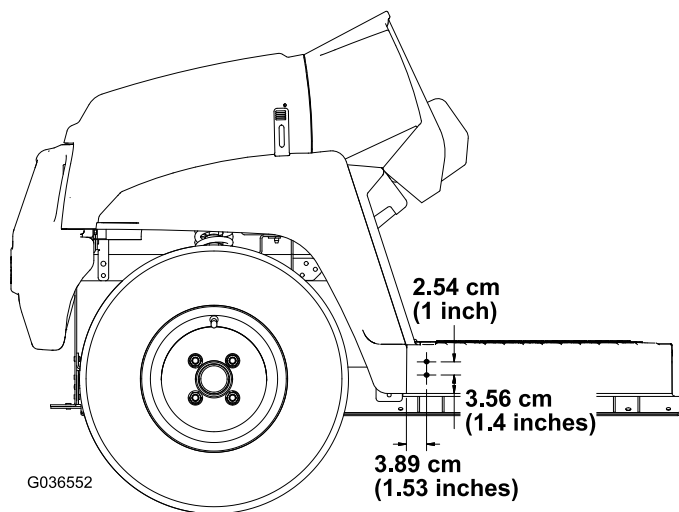

Figura 3
2. Utilizando as dimensões indicadas na Figura 3, faça 2 furos ($\frac{5}{16}$ ") no exterior da placa do piso nos lados esquerdo e direito da máquina.